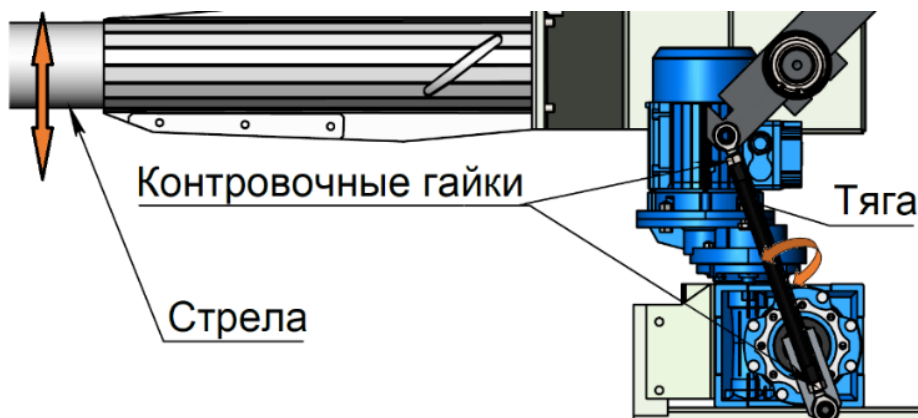

Рисунок 6
- Ослабит контрольные гайки на Тяге (см. Рисунок 6).